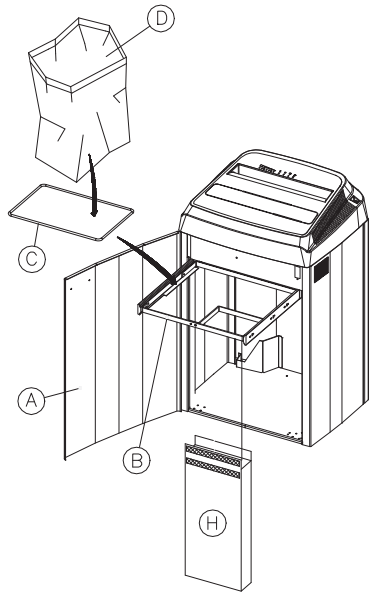

Fig. 1
INSTALLAZIONE fig.1,2,3
La macchina è dotata di un contenitore specifico (H); fig.1, per il materiale distrutto, che raccolgono i frammenti di CD/DVD/FLOPPY DISK/CARTE DI CREDITO separandoli per facilitare lo smaltimento differenziato dei materiali.